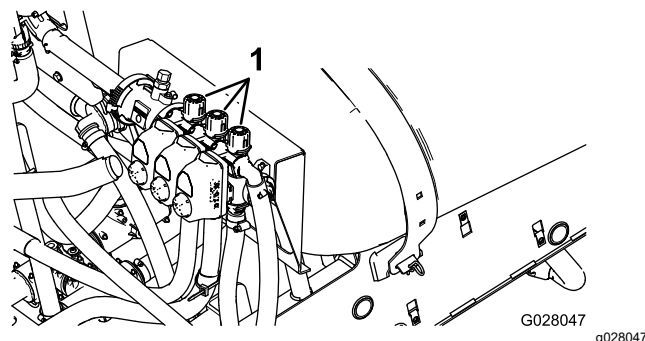

Figure 20
2. Désactivez la section gauche et réglez le bouton de dérivation de section (Figure 20) jusqu'à ce que la pression indiquée corresponde à celle réglée précédemment (généralement 2,75 bar).
4. Tournez le bouton de dérivation de la section droite (Figure 20) jusqu'à ce que la pression indiquée corresponde à celle réglée précédemment (généralement 2,75 bar).
6. Réglez le bouton de dérivation de la section centrale (Figure 20) jusqu'à ce que la pression indiquée corresponde à celle réglée précédemment (généralement 2,75 bar).